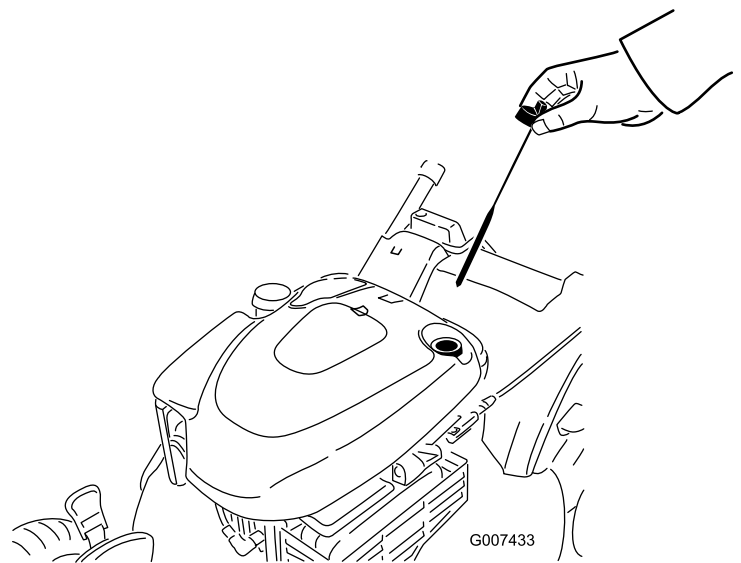

Figure 42
6. Retirez la jauge de niveau du tube de remplissage (Figure 42).